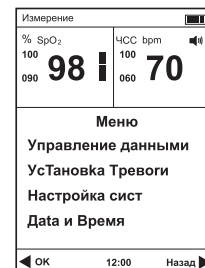

Рис.4-1
- 1) Нажмите кнопку включения питания в течение 3 секунд, чтобы включить питание оксиметра, а затем нажмите кнопку меню для входа в главное меню, см. Рис.4-1.